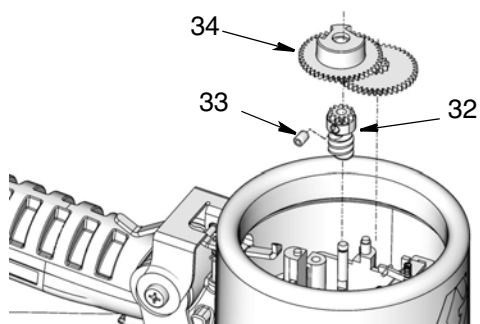

FIG. 32
2. Installare gli ingranaggi (32, 34). Utilizzare una chiave esagonale da 2 mm per serrare la vite di fissaggio degli ingranaggi (33). (FIG. 32).